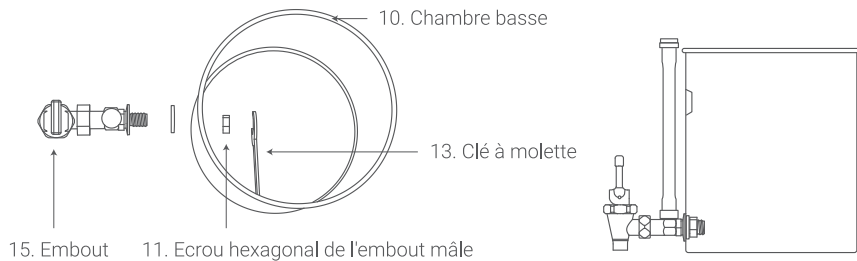

Figure 2
AssemblageInsérer un embout (15) dans le trou situé sur un côté de la chambre inférieure (10) et serrer l'écrou hexagonal de l'embout (11) à l'aide d'une clé à molette (13). (Figure 2)